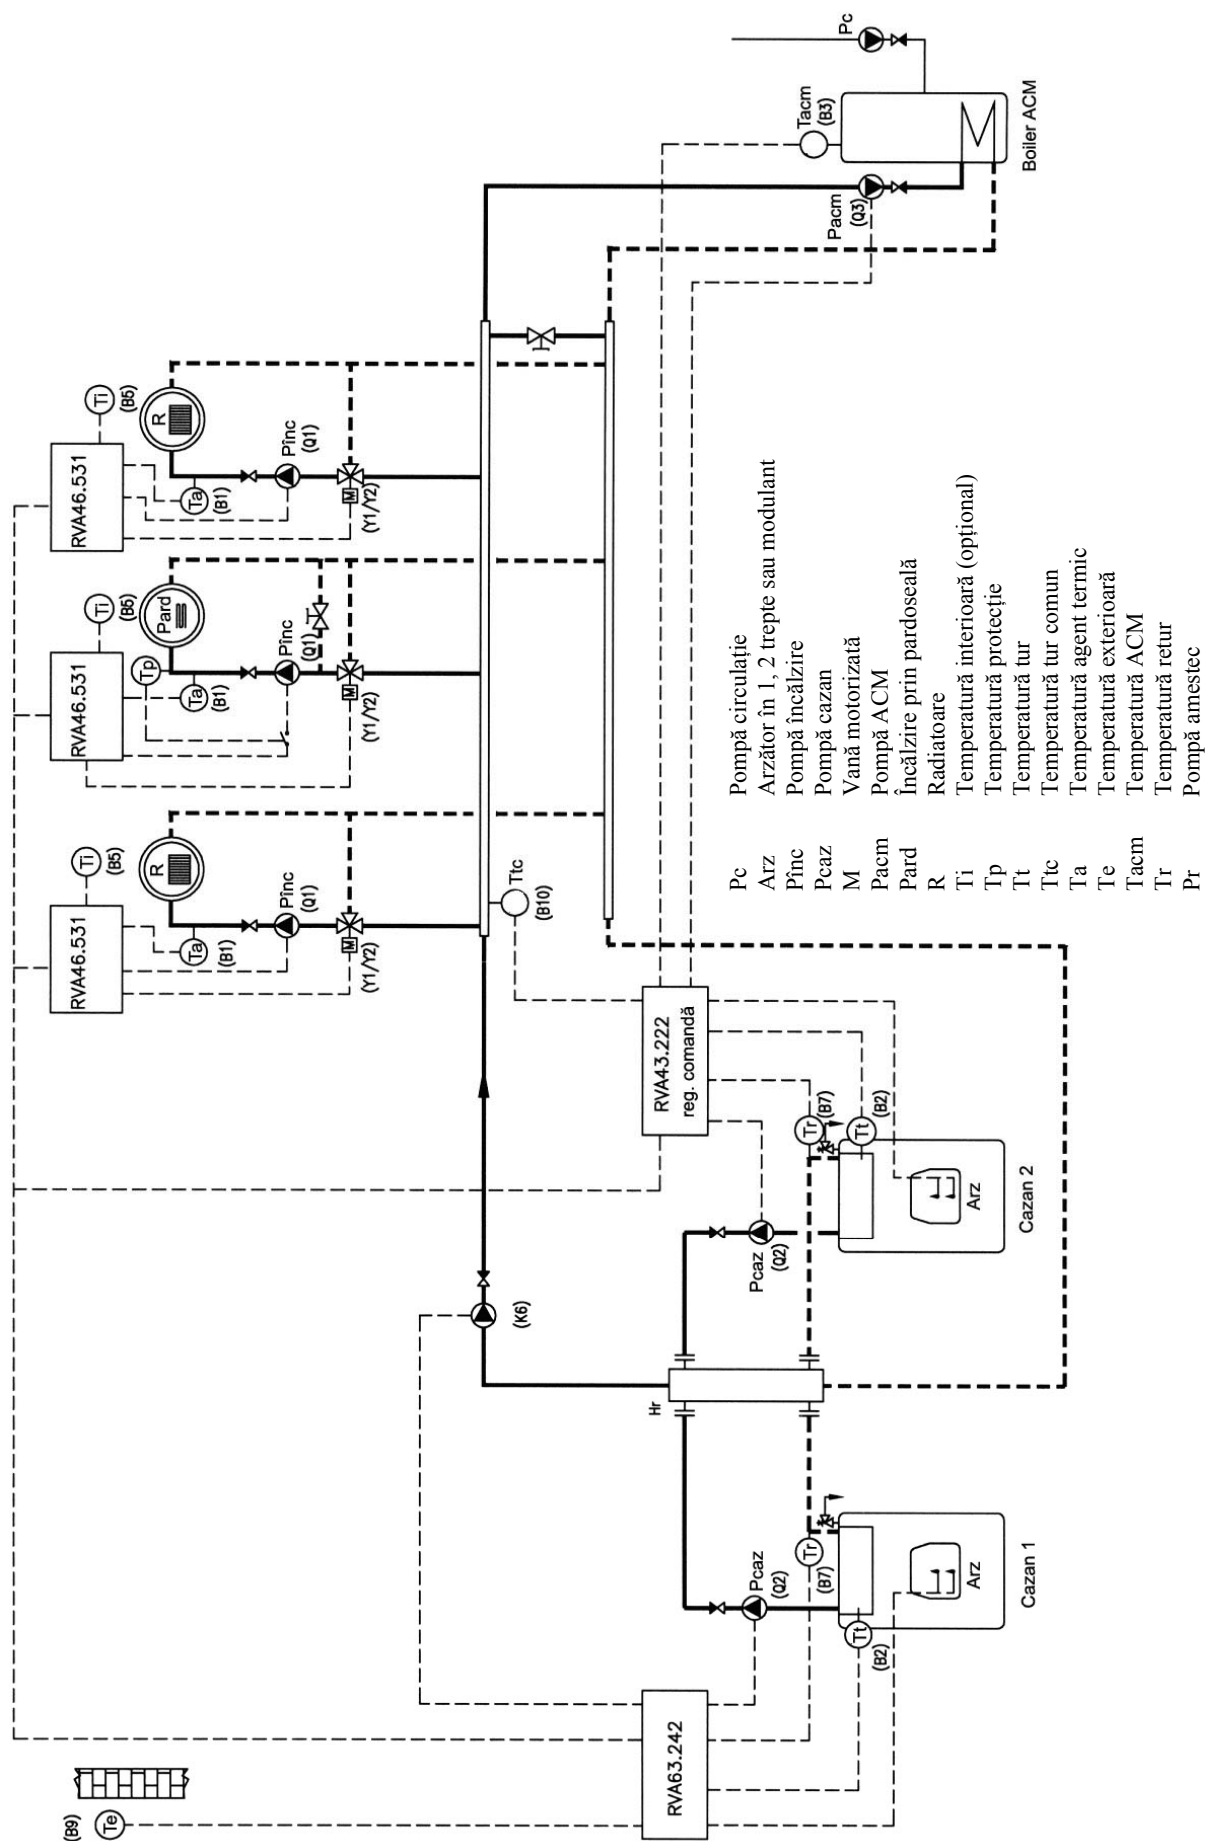

Fig. 3.14.
3.14. Două cazane, trei circuite de încălzire, ACM, by-pass hidraulic conectat direct la cazan (Fig. 3.14.) GAE-REG-6